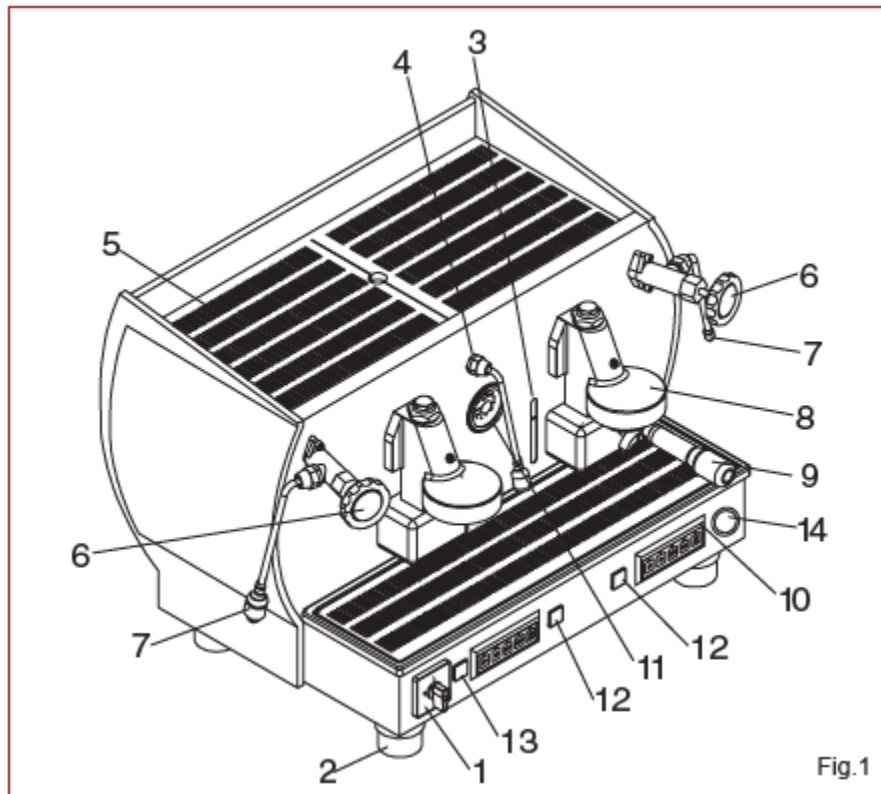

Fig.1
- l'interruttore generale (1 Fig.1) deve essere, come prima accensione, nella posizione 1. La macchina carica la caldaia fino al raggiungimento della sonda (vedi indicatore di livello, 3 Fig.1) escludendo completamente la resistenza. Al termine del riempimento ruotare l'interruttore generale in posizione 2. La macchina inizia il riscaldamento;